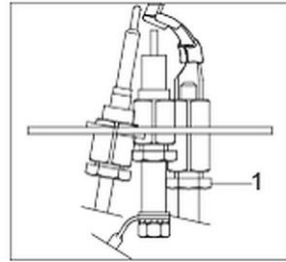

Abb. 8
- Lösen Sie die Befestigungsmutter (1, Abb. 8).